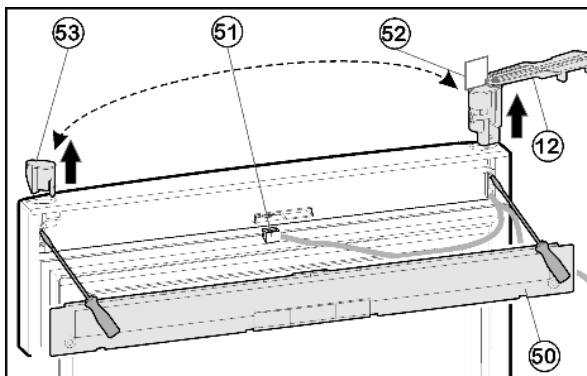

Fig. 10
- ▶ Avvitare la copertura Fig. 10 (50) alla porta con il cacciavite.
- ▶ Estrarre la spina Fig. 10 (51).
- ▶ Nella porta superiore ruotare il blocco di supporto Fig. 10 (12) verso l'esterno parallelamente al bordo della porta.
- ▶ Spingere fuori dal basso il blocco di supporto Fig. 10 (12) utilizzando un cacciavite e rimuoverlo completamente con il cavo dalla porta.
- ▶ Spingere fuori dal basso il tappo Fig. 10 (53) utilizzando un cacciavite e infilarlo sul lato opposto.
- ▶ Infilare il cavo del blocco di supporto Fig. 10 (12) sul lato opposto e inserire il blocco di supporto.
- ▶ Togliere la sagoma Fig. 10 (52) e fissarla nel blocco di supporto.
- ▶ Inserire la spina Fig. 10 (51).
- ▶ Innestare la copertura Fig. 10 (50) nella porta.